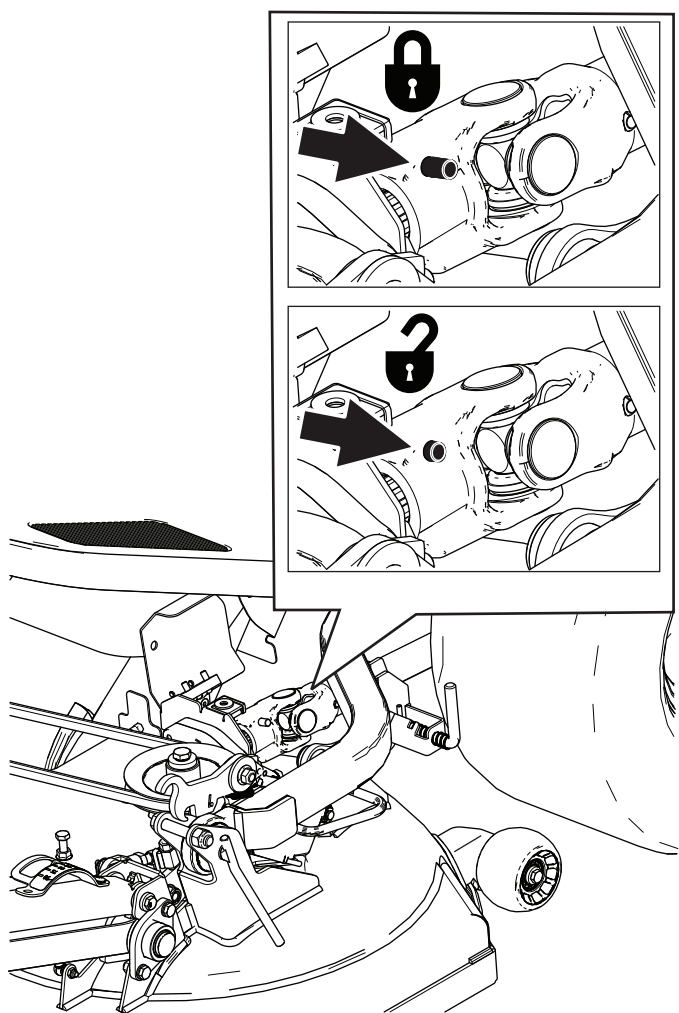

図 91
- ベルトカバーについているユニバーサルジョイントのカバーの固定具を 1/4 回転させてカバーを開く図 91。
2. カuttingユニットのギアボックスから駆動シャフトの前端部を外すスプリング負荷がかかっているピンを押しながら駆動シャフトを後方に引くと外れる 図 91。
3. スプリング付きピンから手をはなし、駆動シャフトのユニバーサルジョイントがギアボックスに固定されていることを確認する 図 91を参照。